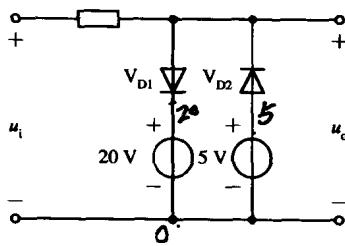

图 1-1 例 7 图
- ② 阻挡层变厚, 反向电流基本不变
- ③ 阻挡层变窄, 反向电流增大
- ④ 阻挡层变厚, 反向电流减小
**答案:** ②
- ① 10 μA
- ② 15 μA
- ③ 20 μA
- ④ 40 μA
**答案:** ③
**例 7** 理想二极管电路如图 1-1 所示, 已知输入为正弦波  $u_i = 30 \sin \omega t$  (V), 试画出输出电压  $u_o$  的波形。